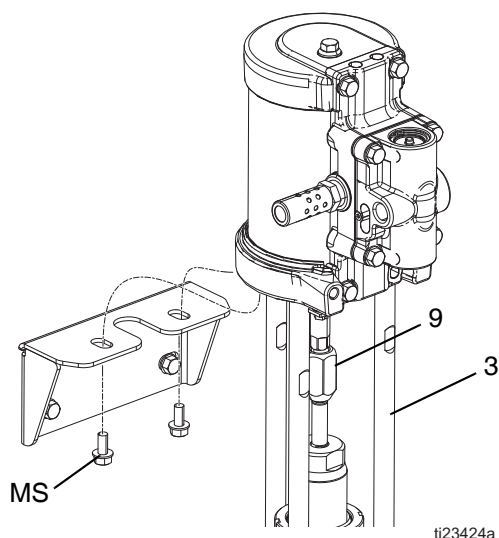

FIG. 3: Koppla loss luftmotorn
3. Se FIG. 3. Skruva bort de två fästskruvarna (MS) med en hylsnyckel.